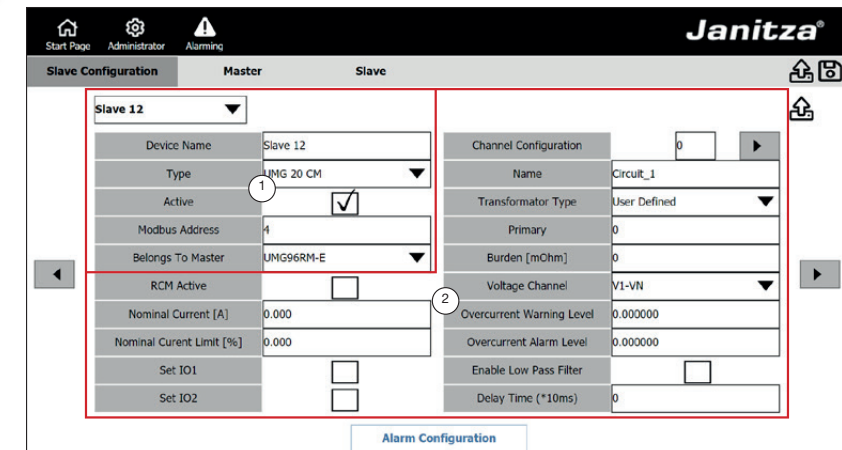

Abb.14: Gerätekonfiguration (Slave)
Um auf ein Messgerät zuzugreifen, konfigurieren Sie die Verbindungseinstellungen (Abb.14 ①)
Die Konfigurationsmöglichkeiten (Abb.14 ②) hängen vom jeweiligen Slave-Gerät ab.